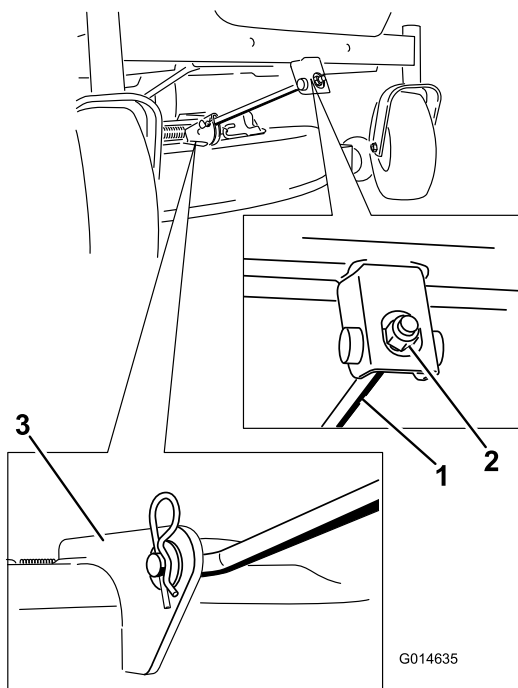

Figure 53
4. Retirez la goupille fendue de la tige de support avant et déposez la tige du support de tablier (Figure 53). Abaissez doucement l'avant du tablier de coupe au sol.
6. Fixez la tige de support avant au tablier de coupe à l'aide de l'axe de chape et de la goupille fendue (Figure 53).